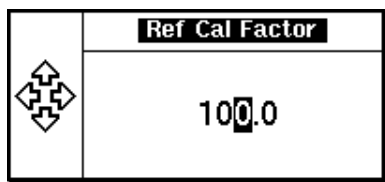

図 7-5 基準校正係数ポップアップ・ウィンドウ
- 4 必要な場合、チャンネルの **Ref CF** を押してこの設定を変更します。基準校正係数ポップアップ・ウィンドウが図 7-5 のように表示されます。